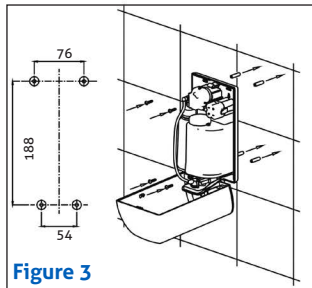

Figure 3
2. Taladre 4 orificios de 6 mm de diámetro según se ilustra en la Fig. 3, y fije el dosificador en la pared con los tacos y tornillos incluidos.
2. Drill 4 holes of 6mm diameter as shown in (Figure3), and fix the dispenser on the wall with the plugs and screws attached.